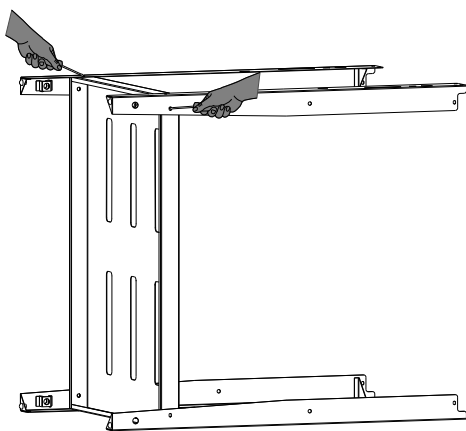
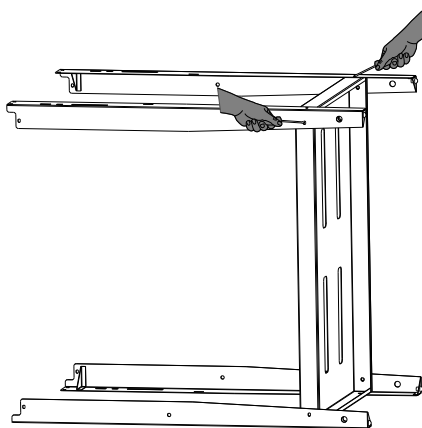

Fig.1
Fig.2
- 1 Coloque el Portaparrilla de forma horizontal y fije las dos patas a la bandeja con dos tornillos en cada una (**Fig.1**), para facilitar el armado se recomienda no apretarlos completamente hasta tener todas las partes ensambladas. Luego, gire el conjunto hacia el otro lado y repita el mismo procedimiento con las otras dos patas (**Fig.2**). A continuación voltee el Portaparrilla de forma vertical y termine de ajustar todos los tornillos (**Fig.3**).